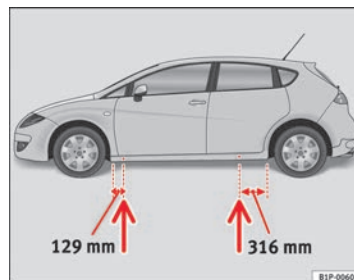

Fig. 156 Puntos de apoyo del gato
- Busque en el larguero inferior del vehículo el punto de apoyo mas cercano a la rueda pinchada ⇒ **página 258, fig. 156.**
En el larguero inferior van marcados los lugares en los que se puede apoyar el gato ⇒ **página 258, fig. 156.** Se ha previsto un lugar para cada rueda. El gato no debe colocarse en otros lugares.